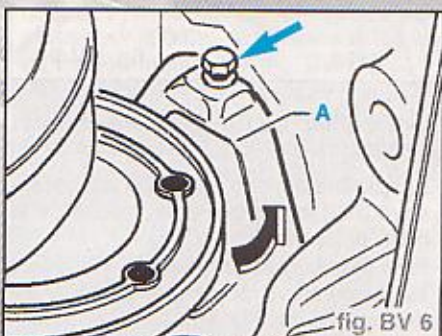

fig. BV 6
- Déposer le cas échéant la petite tôle de protection (A) du volant-moteur derrière l'arbre à bride droit (flèches) (fig. BV 6).